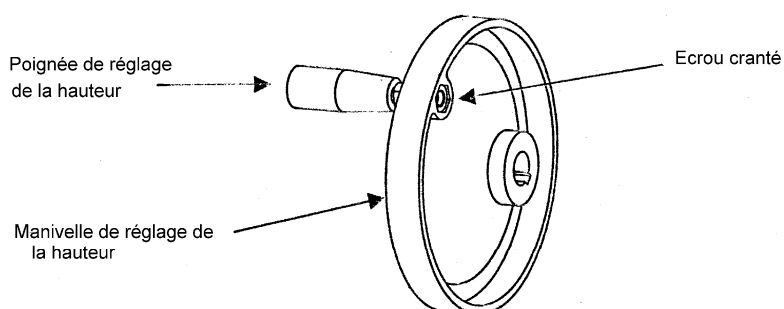

Figure 4
1. Vissez la poignée d'entraînement de la manivelle. Placez l'écrou à 6 pans dans l'emplacement prévu dans la manivelle de réglage de la hauteur en utilisant une clé (figure 4).